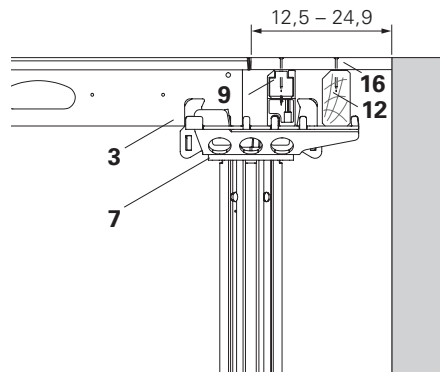

Fig. A5.37
1. Posizionare la testa combi SCK (7) con la sporgenza rivolta verso la compensazione.
2. Appoggiare l'elemento a telaio (3).
3. Posizionare l'orditura SRT-2 (9) e il travetto SPH (12) di adattamento nella testa combi.
4. Posare il pannello di rivestimento (16) e inchiodare. (Fig. A5.37)